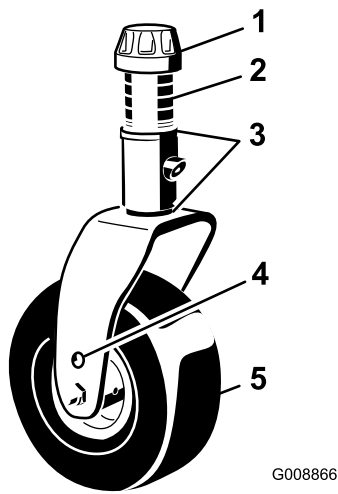

図 95
- キャストスピンドルシャフトからテンショニングキャップを外し、キャストアームからキャストシャフトを抜き出す (図 95)。必要に応じてシムの位置を変更してキャストオイルの高さを変えてカッティングユニットを正しいピッチに調整する。